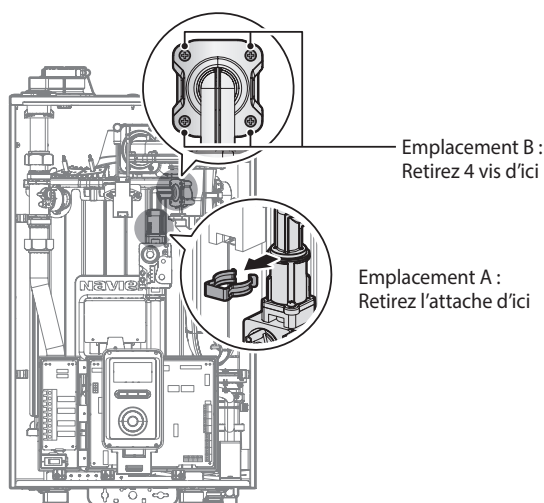

Figure 3. Retrait de l'adaptateur de sortie de la soupape à gaz et du moteur du ventilateur
- Retirez l'attache de l'emplacement A – le raccordement situé au-dessus de la soupape à gaz, où il rejoint l'adaptateur de sortie de la soupape à gaz. Reportez-vous à la figure 3 à des fins de référence.